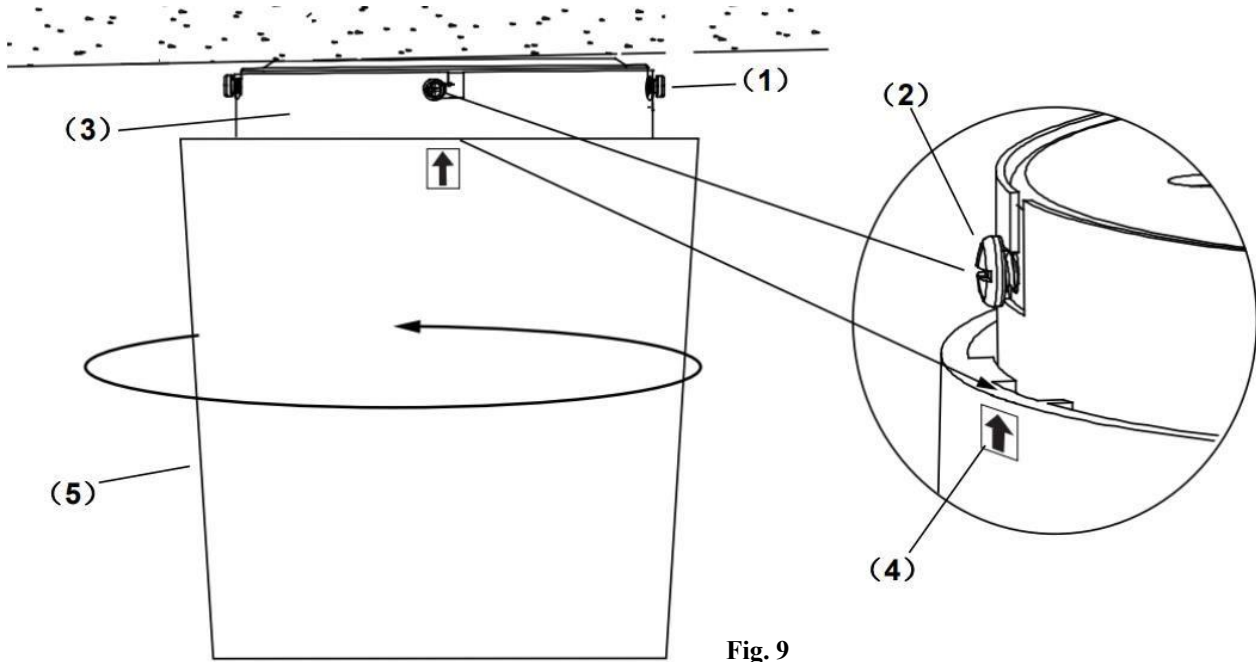

Fig. 9
- 마지막으로 모터 하우징(5) 안쪽에 파인 홈을 마운팅 브라켓 나사에 맞춰 올려준 후 “딸깍”소리가 나면 모터 하우징이 잠길 때까지 반시계 방향으로 돌려줍니다. 과도하게 돌리지 마세요.(Fig. 9)